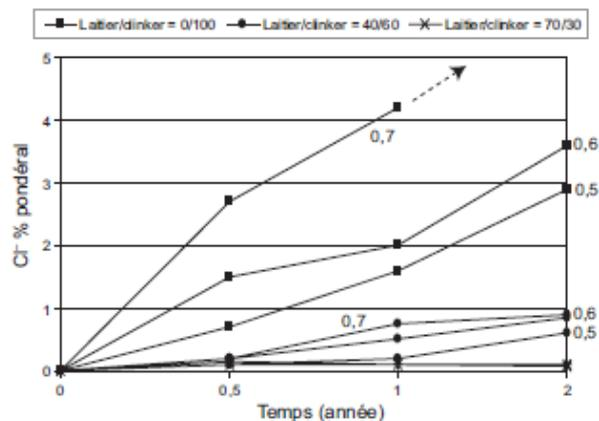

Figure 6.1 : Pénétration des chlorures dans des bétons en fonction de la teneur en laitier du ciment et du rapport E/C, d'après Smolczyk [SMO 80].
5.3. D'après les résultats d'essais réalisés sur des bétons présentés en Figure 6.1 que vous pourrez décrire, discutez de l'effet du rapport E/C et de l'utilisation de laitier de haut fourneau sur la pénétration des ions chlorures et expliquez.